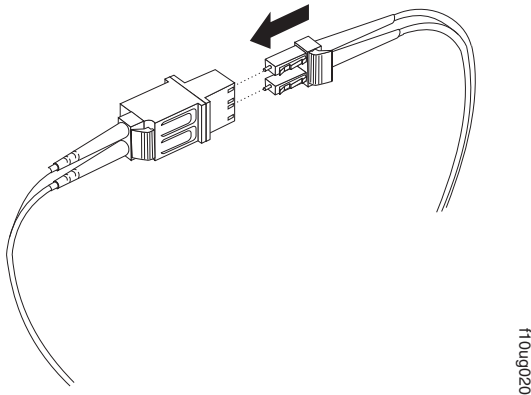

図 39. LC-SC ケーブル・アダプターへの LC-LC ケーブルの接続
4. 図 39 に示すように、LC-LC ケーブルのもう一方の端を、LC-SC ケーブル・アダプターの LC コネクター側の端に慎重に挿入します。正しい位置でクリック音がするまで、コネクターを押し込みます。